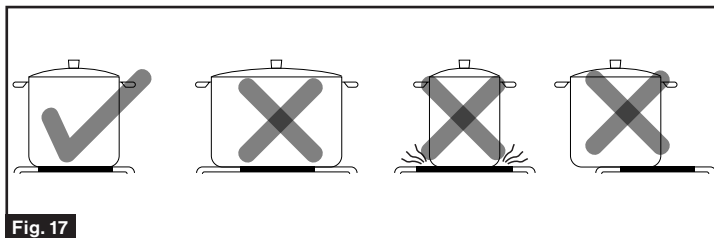

Fig. 17
- Utilisez des casseroles dont le diamètre est aussi grand que le tracé de la zone choisie. Une casserole légèrement plus grande couvre l'ensemble de l'élément et empêche les éclaboussures d'entrer en contact avec la surface de chauffe et de brûler. Si vous utilisez une casserole plus petite, l'efficacité pourrait être inférieure à celle prévue. Centrez toujours votre casserole sur la zone de cuisson. (Fig. 17)